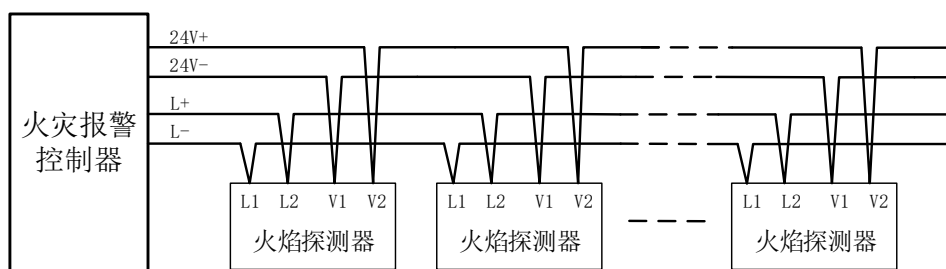

图 5 编址模式接线图
- 将消防回路线接在 L1、L2 端子上，接线无极性；将电源线接在 V1、V2 端子上，接线无极性，如图 5。